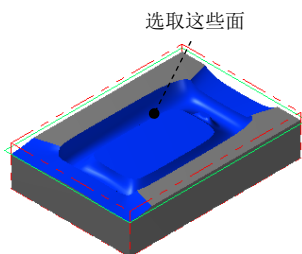

图 23.13 选取加工面
(1) 选取加工面。在图形区中选取图 23.13 所示的面（共 14 个面），然后按 Enter 键，系统弹出“刀具路径的曲面选取”对话框。